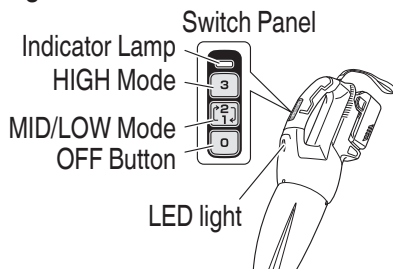

Fig. 13
1. Switch operation (**Fig. 13**)